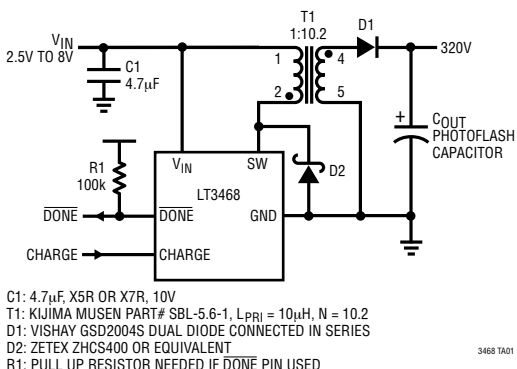

图 1：LT3468 照相闪光灯充电器采用高度为 4mm 的高效变压器
**典型性能特征** LT3468 的曲线是采用图 1 所示电路测得的，LT3468-1 的曲线是采用图 2 所示电路测得的，除非特别注明。